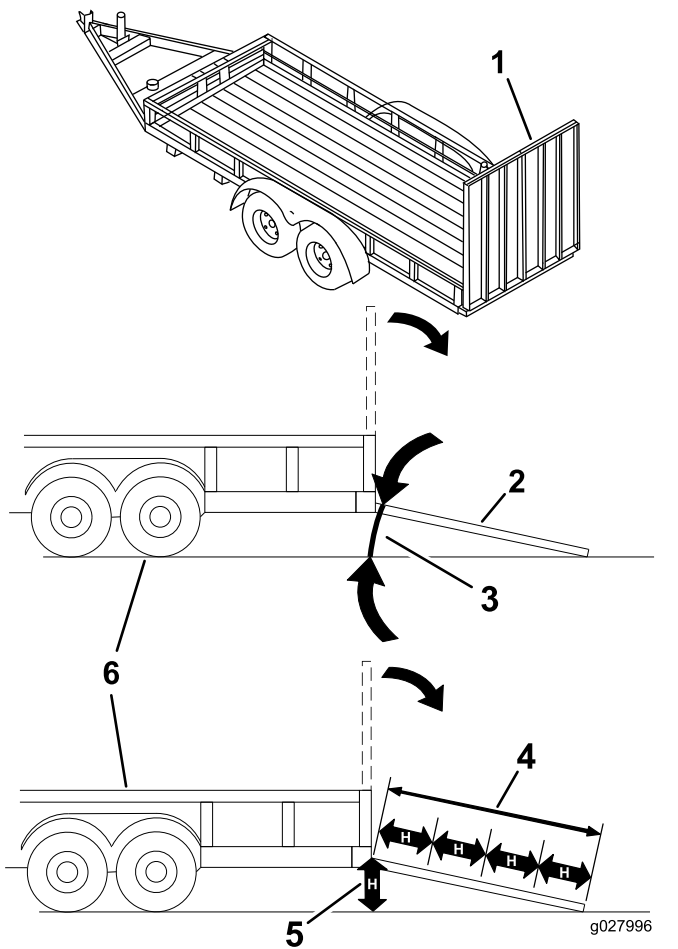

Figure 29
**Le chargement de la machine sur une remorque ou un camion augmente le risque de basculement, et donc de blessures graves ou mortelles (Figure 29).**
3. Abaissez la rampe pour que l'angle avec le sol ne dépasse pas 15 degrés (Figure 29).